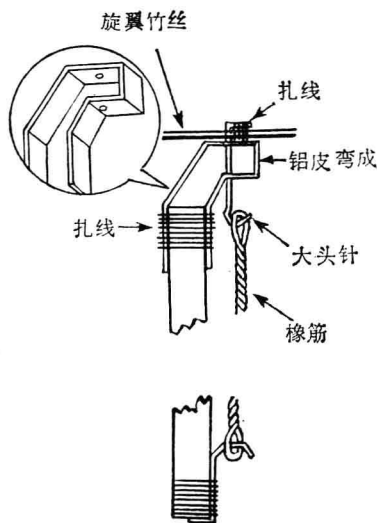

图 2
平面成 $10^{\circ} \sim 13^{\circ}$ 的角。在离竹丝左端 55 毫米处, 用大头针钻一小孔, 用尖头钳将细钢丝弯成 Γ 形后穿进这小孔, 用线将钢丝扎在竹丝上(图 2)。
2. 机头: 将薄铝片弯成图 2 所示的形状, 在铝片的上下两平面上各钻一个直径是 0.5 毫米的小孔(可用大头针钻), 必须使上、下两孔在同一直线上。再将旋翼上的钢丝穿进三片塑料片, 再穿过这
4. 尾钩：将一枚大头针弯成钩形后钉进机身的尾端，用线把它与机身一起扎住，并涂上少量胶水(图2)。用细橡筋在上下两钩之间绕上两圈后打结。